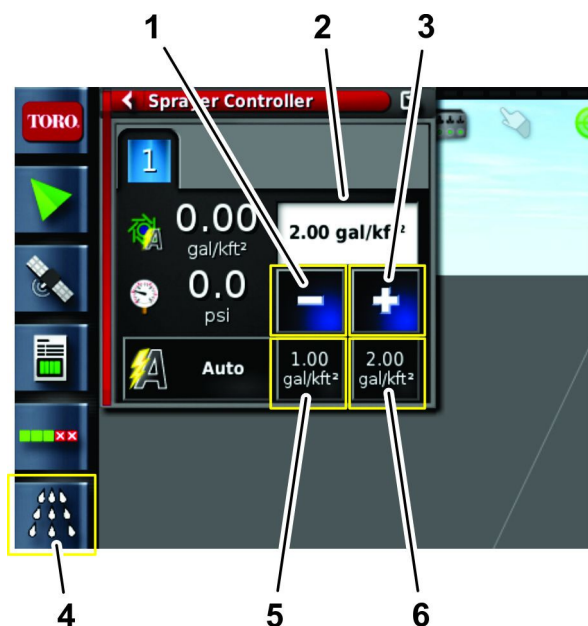

Figure 98
3. Entrez le débit d'application voulu à l'aide des pré-réglages, des icônes + ou -, ou en sélectionnant l'icône de débit d'application actuel (Figure 98).